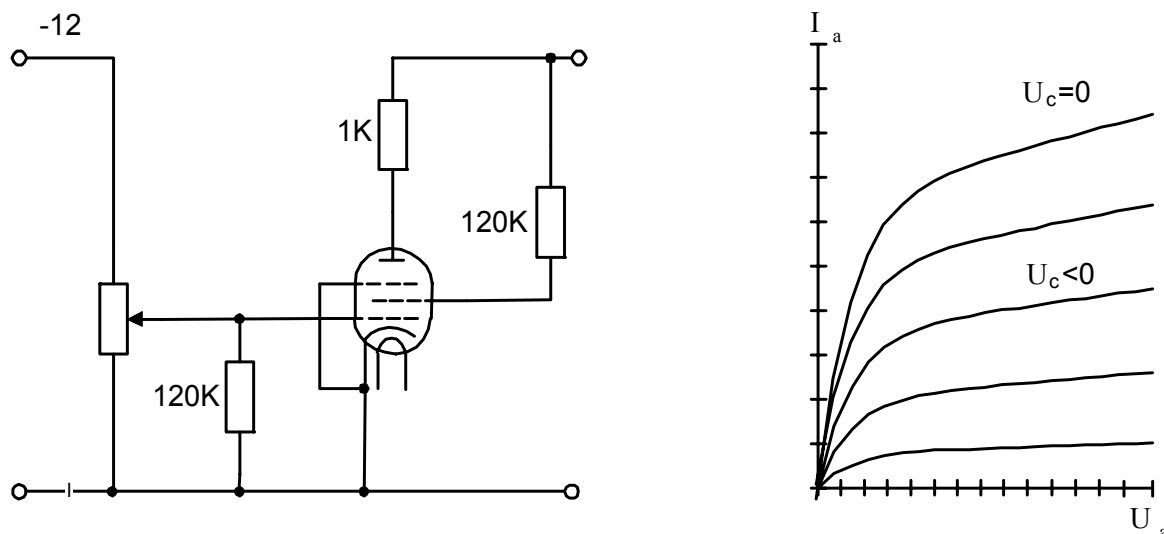

Рисунок 2.1 – Схема для зняття вольт - амперної характеристики електронно-вакуумного пентода
1. На універсальному лабораторному стенді зібрати схему (див. рис. 2.1) для зняття вольт - амперних характеристик електронно-вакуумного пентода.